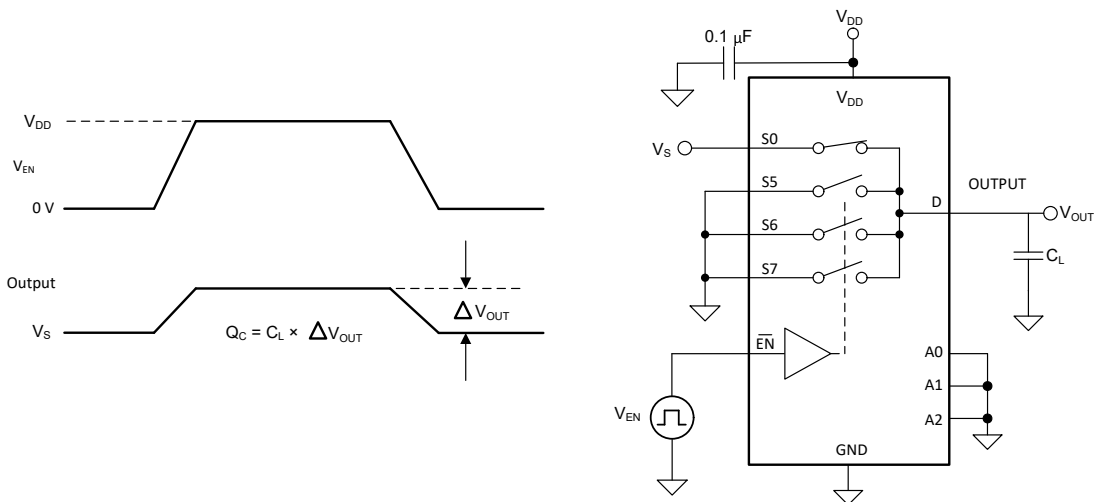

図 7-8. 電荷注入測定時の構成
NMOS トランジスタと PMOS トランジスタの間で容量の不一致がある場合、ゲート信号の立ち下がりエッジまたは立ち上がりエッジにおいて、ドレインまたはソースに電荷が注入されます。デバイスのソースまたはドレインに注入される電荷の量を電荷注入と呼び、 $Q_C$  という記号で表します。図 7-8 に、ソース (Sx) からドレイン (D) に向けた電荷注入の測定に使用する構成を示します。